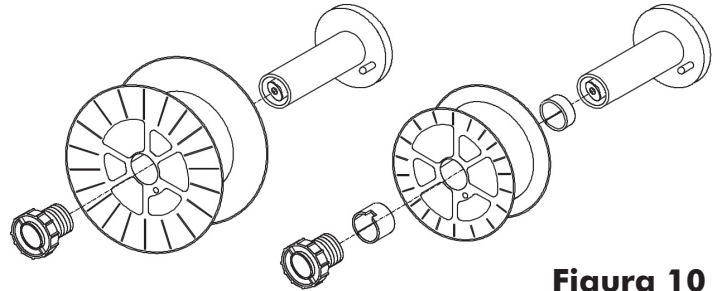

Figura 10
- Para las bobinas mas pequeñas instalar también los espaciadores como mostrado en la figura 10.